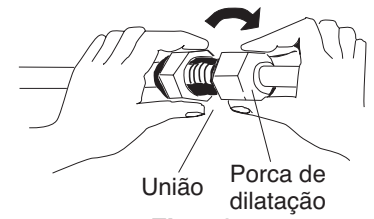

Fig. 13
- Para obter uma ligação correcta, alinhe o tubo de união e o tubo de dilatação directamente um ao outro, depois aparafuse ligeiramente a porca de dilatação primeiro para obter um encosto suave. (Fig. 13)